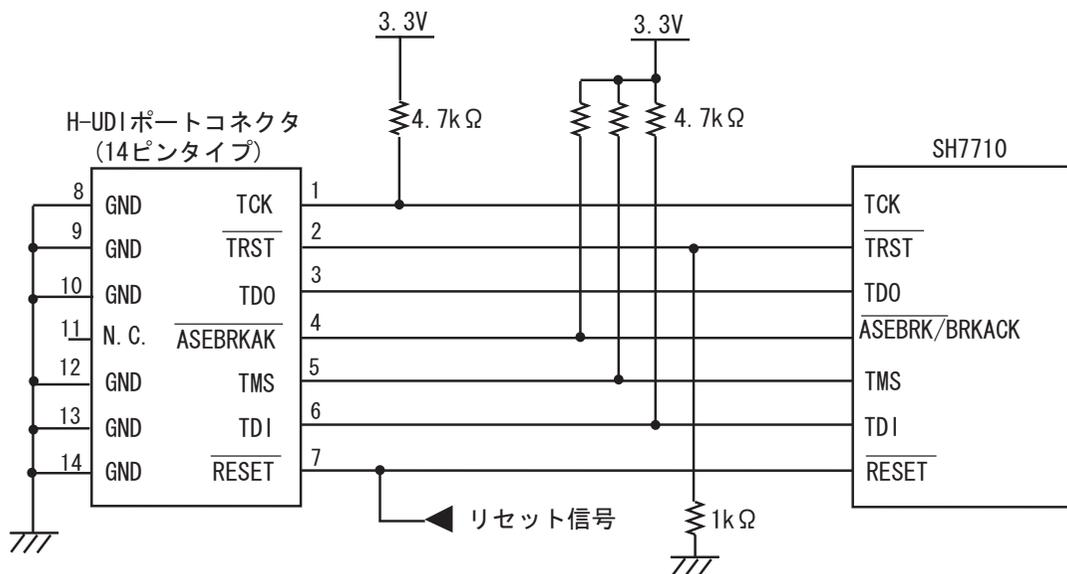

図 1.7 E10A 使用時の H-UDI ポートコネクタ - チップ間の推奨接続例(14 ピンタイプ)
E10A エミュレータ使用時の H-UDI ポートコネクタ(14 ピンタイプ)とチップ間の推奨接続例を図 1.7 に示します。
7. 図 1.7 に記載されている抵抗値は、推奨値です。